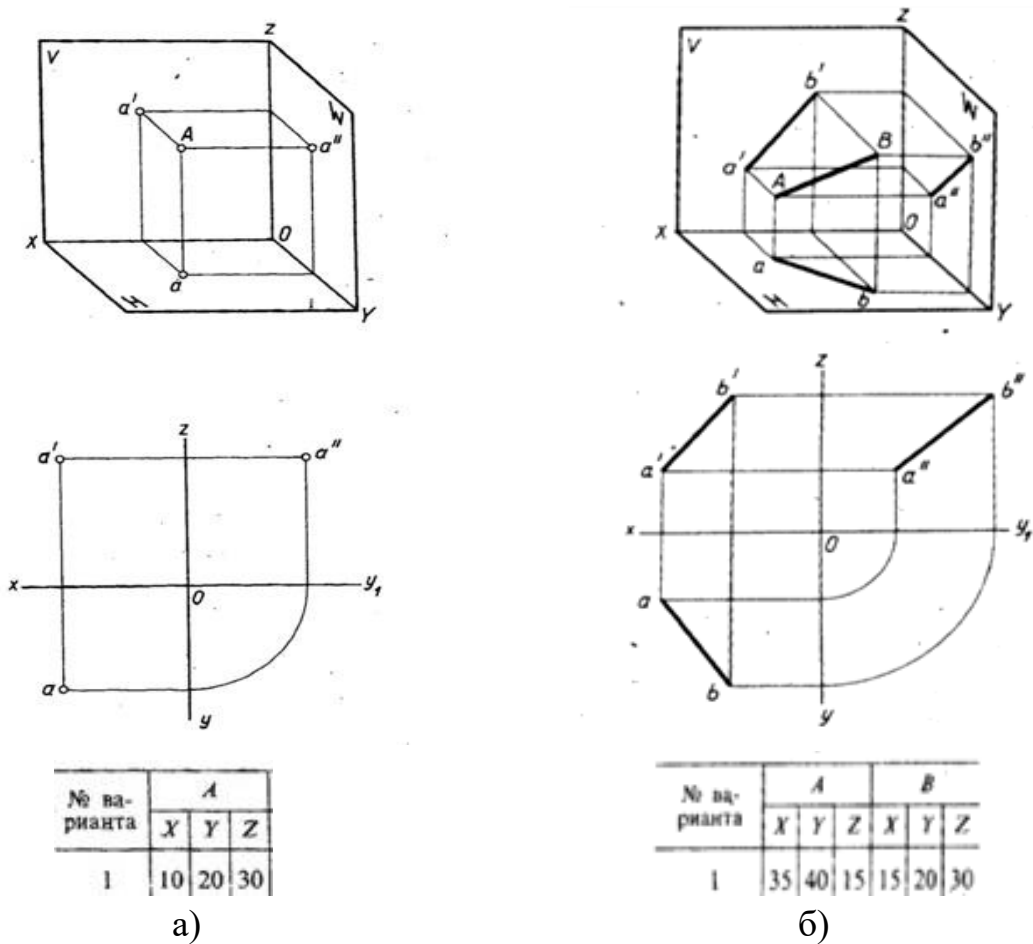

Рисунок 2
1. Выполнить по координатным данным наглядное изображение и эпюры точки A , рисунок 2а.
2. Выполнить по координатным данным наглядное изображение и эпюры отрезка AB , рисунок 2б.